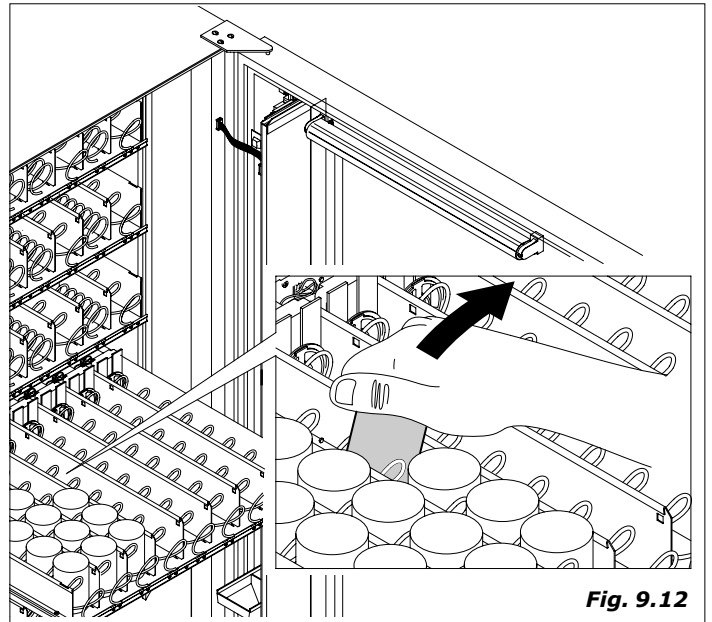

Fig. 9.12
- descargar todos los productos de las bandejas (*Fig. 9.12*)